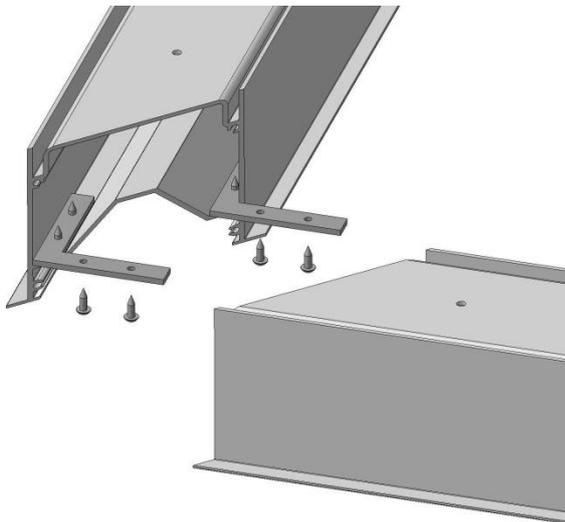

Рис.5
2. Сборку всей конструкции вести по последующей маркировке светильников Св-1, Св-2, Св-3, Св-4 и т.д. Деталь Св-2 поднять до ниши потолка из ГКЛ. Соединить клеммные колодки (разъемы) Св-1 и Св-2, вставить деталь Св-2 в нишу потолка из ГКЛ, соединить детали Св-1 и Св-2 (Рис.5), затянуть саморезы на соединительных угловых планках. Внутри светильника поочередно нажать на винты крепления поворотной скобы для встраивания в ГКЛ и закрутить их по часовой стрелке (Рис.4) до прижатия светильника к нише потолка (Рис.1).